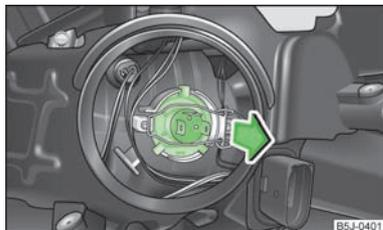

Fig. 144
- ▶ Svitare il connettore della lampadina, sbloccare l'asticella e quindi estrarre » fig. 144 la lampadina.